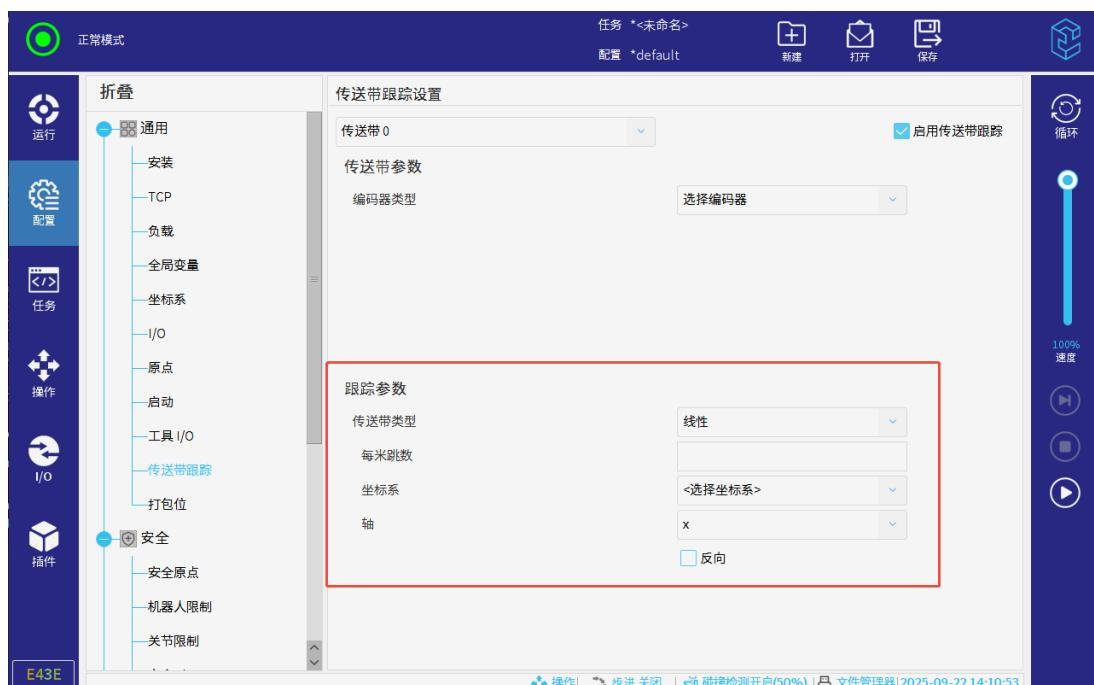

图 3-60：设置跟踪参数
4. 设置“跟踪参数”，选择“传送带类型”为“线性”或者“圆形”，如图 3-60 所示。